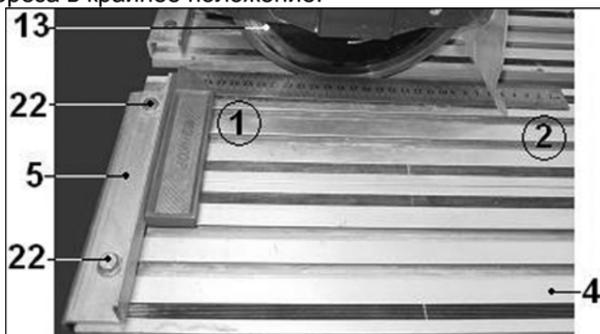

Рис. 8
### 10.1. Регулировка угла резания (Рис.8)
10.1.3. Как показано на Рис.8, положите угольник на рабочий стол (4) вплотную к фронтальному упору (5). Проверьте параллельность перемещения отрезного диска (13) в точках 1 и 2. При необходимости ослабьте болты (22), произведите регулировку угла 90° фронтального упора (5) относительно отрезного диска (13). По окончании регулировки надёжно закрепите болты (22).